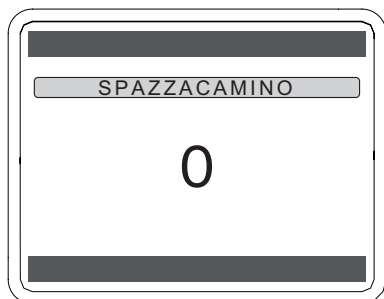

Figura 9.20
- Premere il tasto (✓) per confermare Figura 9.20.